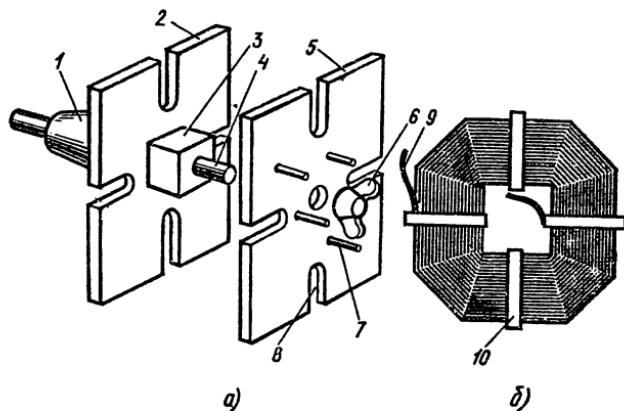

Рис. 15. Разъемная оправка (а) и бескаркасная катушка (б):
**Ремонт бескаркасных катушек.** По размерам дефектной катушки изготавливают разъемную оправку (рис. 15, а). Размер ее с учетом изоляции катушки должен соответствовать сердечнику, для которого предназначена катушка. Оправку устанавливают на токарном станке и закрепляют за деталь 1 или на специальном намоточном приспособлении. На оправку укладывают в четырех местах по периметру тафтянную ленту с таким расчетом, чтобы после намотки
катушки ее хватило для устройства бандажа 10 (рис. 15 б). По тафтяной ленте втулку оправки обворачивают двумя слоями электрокартона толщиной 0,2—0,3 мм и шириной равной высоте катушки. К началу обмотки припаивают припоеем ПОС-30 кусок гибкого медного провода (вывод 9). Место пайки изолируют полоской мicanита.